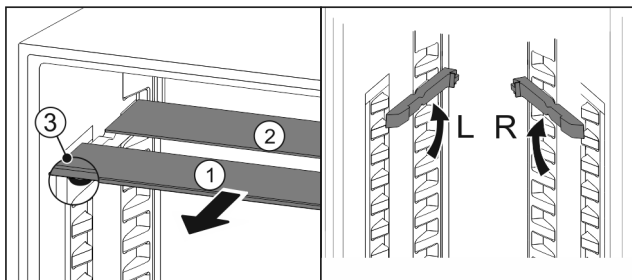

Fig. 33
- ▶ Wyciągnąć Fig. 33 (1) pojedynczo półkę szklane do przodu.
- ▷ Płyta szklana Fig. 33 (1) z listwą ozdobną znajduje się z przodu.
- ▷ Stopery Fig. 33 (3) wskazują w dół.